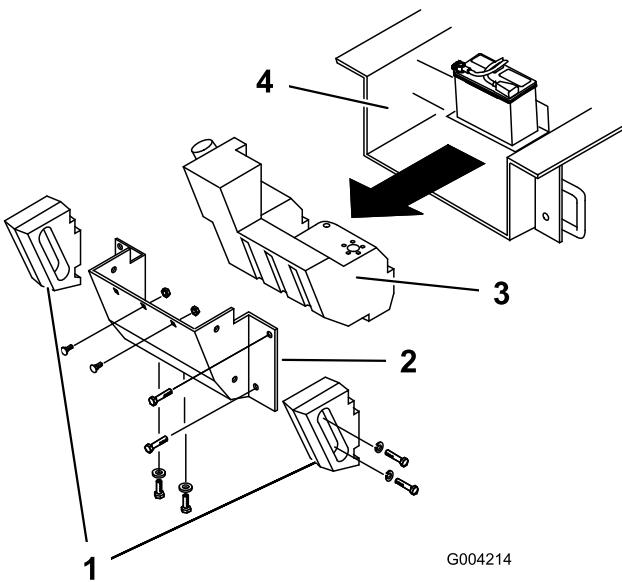

Рисунок 57
С течением времени в шасси под двигателем накапливается грязь и мусор, которые необходимо удалять. Регулярно открывайте капот и осматривайте пространство под двигателем, используя для этого фонарик. Притолщине слоя мусора 1-2 дюйма выполните следующую процедуру (см. Рисунок 57 на протяжении всей процедуры):
4. Снимите болты, шайбы и стопорные шайбы, которые крепят два боковых груза; снимите грузы (Рисунок 57).
7. Снимите шесть гаек и болтов крепления задней панели; снимите панель (Рисунок 57).
9. Сдвиньте топливный бак назад (Рисунок 57).
16. Вставьте в шасси часть топливного бака (Рисунок 57).
22. Поставьте на место заднюю панель и закрепите ее шестью снятыми ранее болтами и гайками (Рисунок 57).
24. Установите боковые грузы и закрепите их снятыми ранее болтами, шайбами и стопорными шайбами (Рисунок 57).